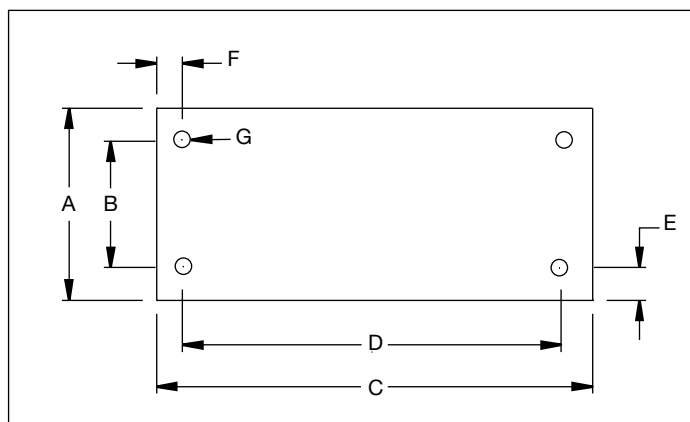

Figuur 2, ZA4 Ontluchttingsinstallatie
4.1 Ontluchtingsdop reservoir (zie figuur 2)
Controleer het oliepeil van de pomp voor het starten. Verwijder zonodig de vuldop om olie bij te vullen. Zorg er altijd voor dat de cilinders volledig zijn ingetrokken voordat u de olie in het reservoir giet. Zie figuur 2.